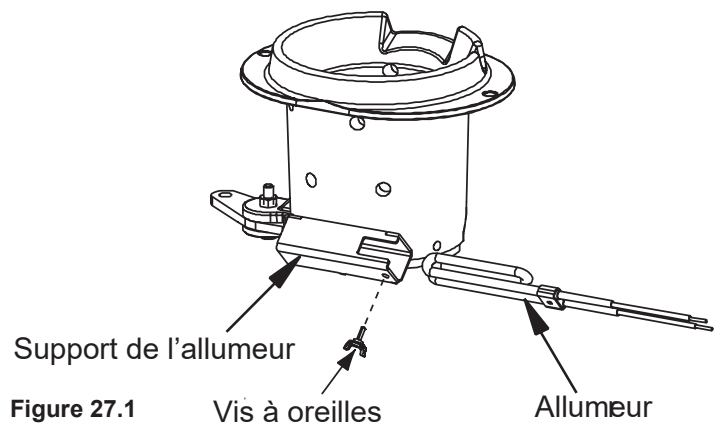

Figure 27.1
2. Les fils de l'allumeur sont connectés au faisceau de câbles au moyen de cosses rectangulaires mâles/femelles de 6 mm (1/4 po). Ces fils tireront vers l'avant d'environ 102 à 127 mm (4 po à 5 po). Déconnectez les cosses rectangulaires et sortez l'allumeur du logement. Desserrez la vis à oreilles et sortez l'allumeur (Figure 27.1).